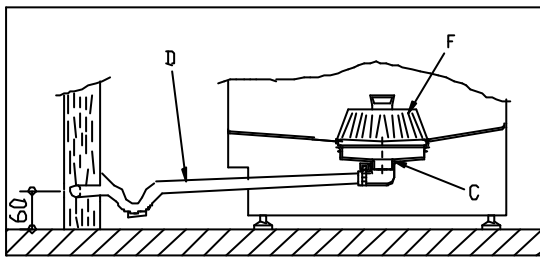

Fig. 5
- Fijar la manguera de desagüe como indica la Fig.5.
- Fixer le tuyau de vidange comme indiqué à la figure 5.